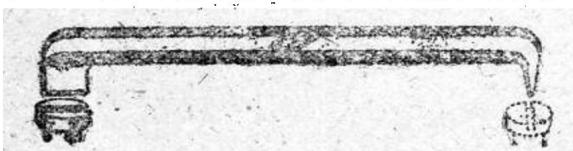

图4 偏置起子
③偏置起子：用来拆装其它起子难以工作的螺絲。这种起子两端都有起子口，其两口互成直角，在扭轉螺絲时可以变换使用。使用这种起子时，因加給它的压力很少，所以必須使起子口与螺絲的槽口完全吻合，才能順利地拆装螺絲（如图4）。